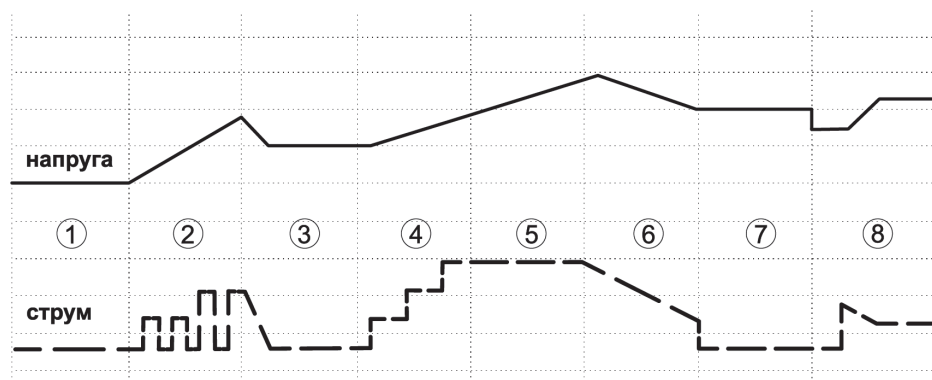

Рисунок 3. Вигляд діаграми процесу заряджання.
2. Заряджання акумулятора відбувається у 8 (вісім) етапів (рис. 3):